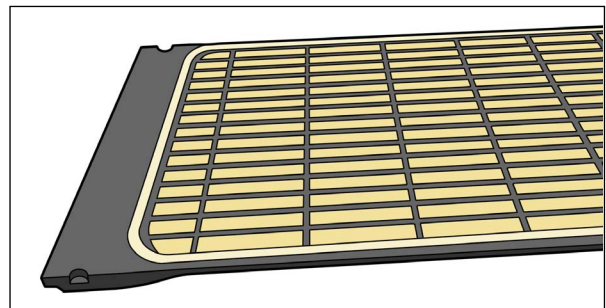

Fig. 2
4. Coloque varias piezas de cinta adhesiva a lo largo del borde para fijar la película a la superficie del DoseMax (Fig. 2).